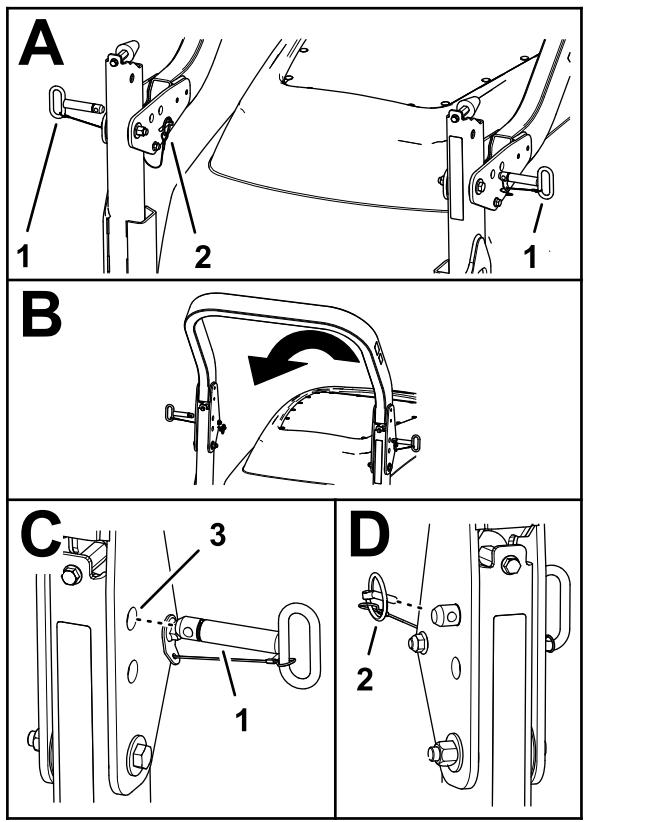

Figura 54
2. Retire los pasadores de seguridad que sujetan los pasadores de la barra antivuelco en cada lado de la barra antivuelco (Figura 54).